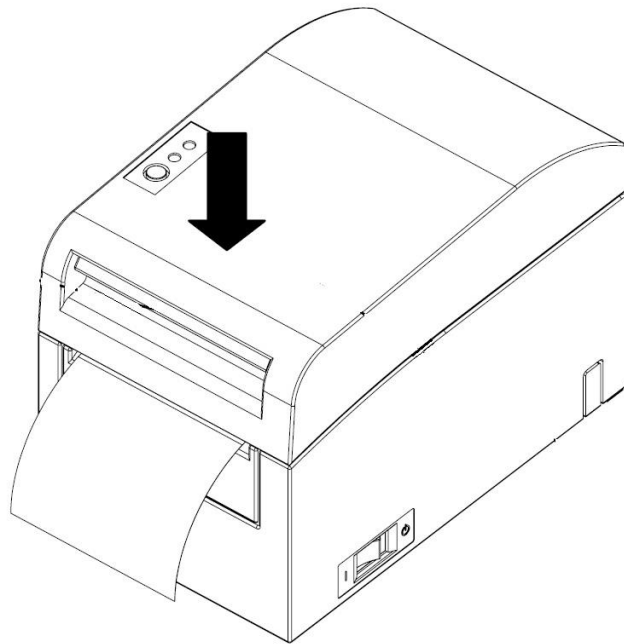

Рисунок 9
– витягніть смужку паперу, після чого закрийте кришку чекової стрічки (рисунок 9);
- закрийте кришку чекової стрічки (рисунок 9).
Закрити кришку чекової стрічки (див. рисунок 9) тільки після появи повідомлення на індикаторі: